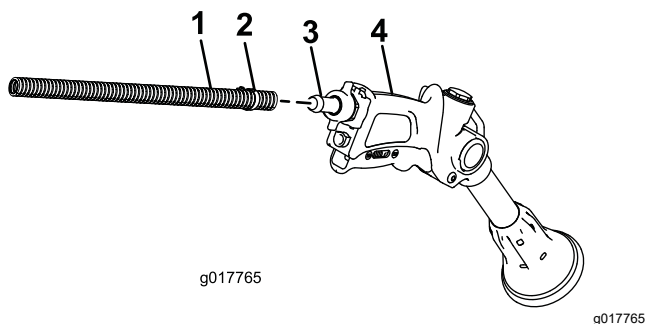

図 41
2. ホース長のもう一端をスプレーガンのフィッティングにつなぐ 図 41。